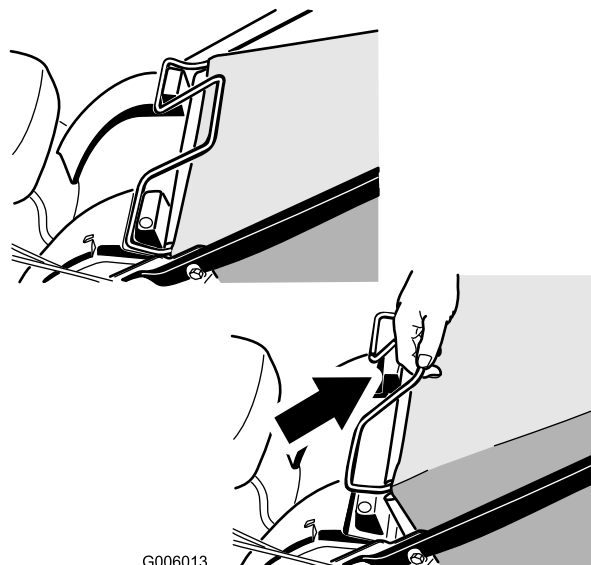

Figure 27
1. Soulevez le bac à herbe par la poignée pour le dégager des rainures en haut de la tondeuse, ce qui permettra de le retirer (Figure 27).